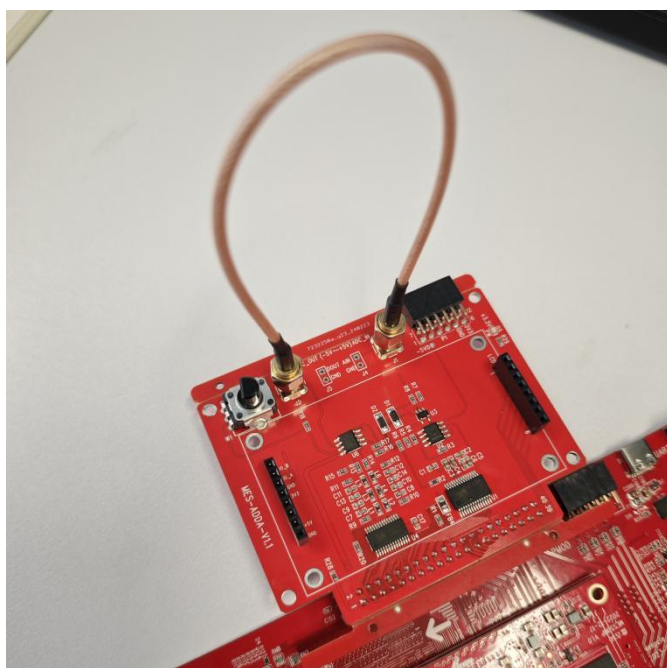

图 15 步骤二
- 2、将 MES-ADDA 模块上 DA 模拟输出与 AD 模拟输入连接在一起如，如图 15。